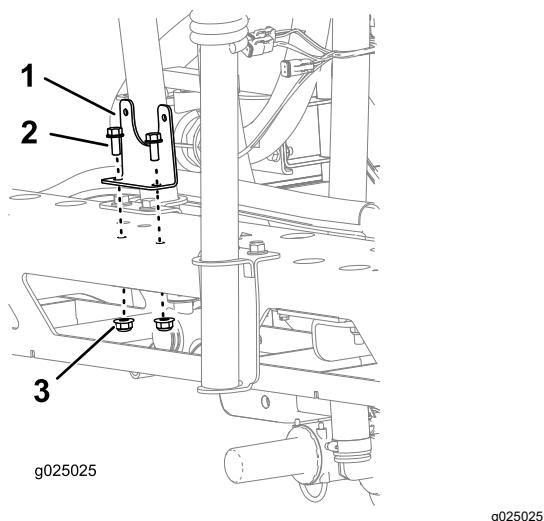

図1
- ブラケットをフレームに固定するボルト5/16 x 3/4インチ2本、ロックナット5/16インチ2個を使用して図1のように取り付ける。